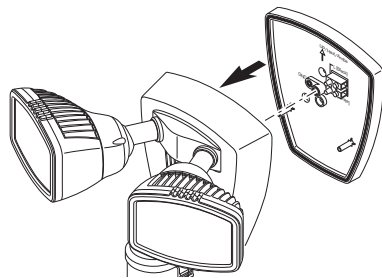

Figure 1
1. Dévissez le boulon de montage central qui fixe le boîtier du luminaire à la plaque 1-2-Ëasy Connect^{MC}, puis retirez la plaque (voir la Figure 1). Le boulon de montage est conçu pour demeurer dans le luminaire. *Remarque :* Assurez-vous que le joint de caoutchouc est placé sur la plaque 1-2-Ëasy Connect^{MC}.